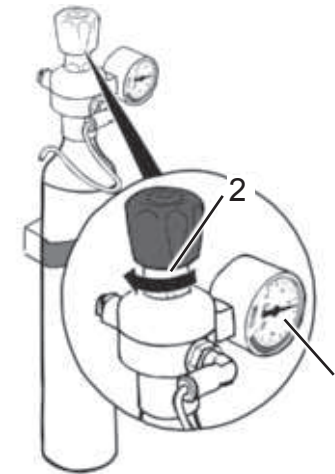

Abb. 9
1. Beachten Sie die Anzeige des aktuellen Drucks auf dem Manometer des CO2-Druckminderers (Abb. 9/1).